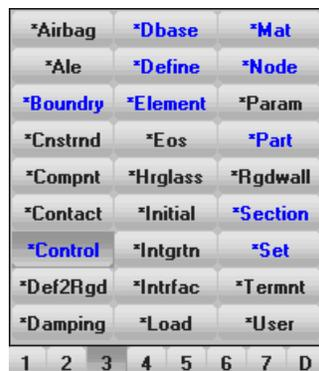

Рисунок 26. Кнопочное меню третьей закладки с нажатой кнопкой **Control*
- В кнопочном меню, соответствующему указанной закладке, выбираем **Control* (Рисунок 26).